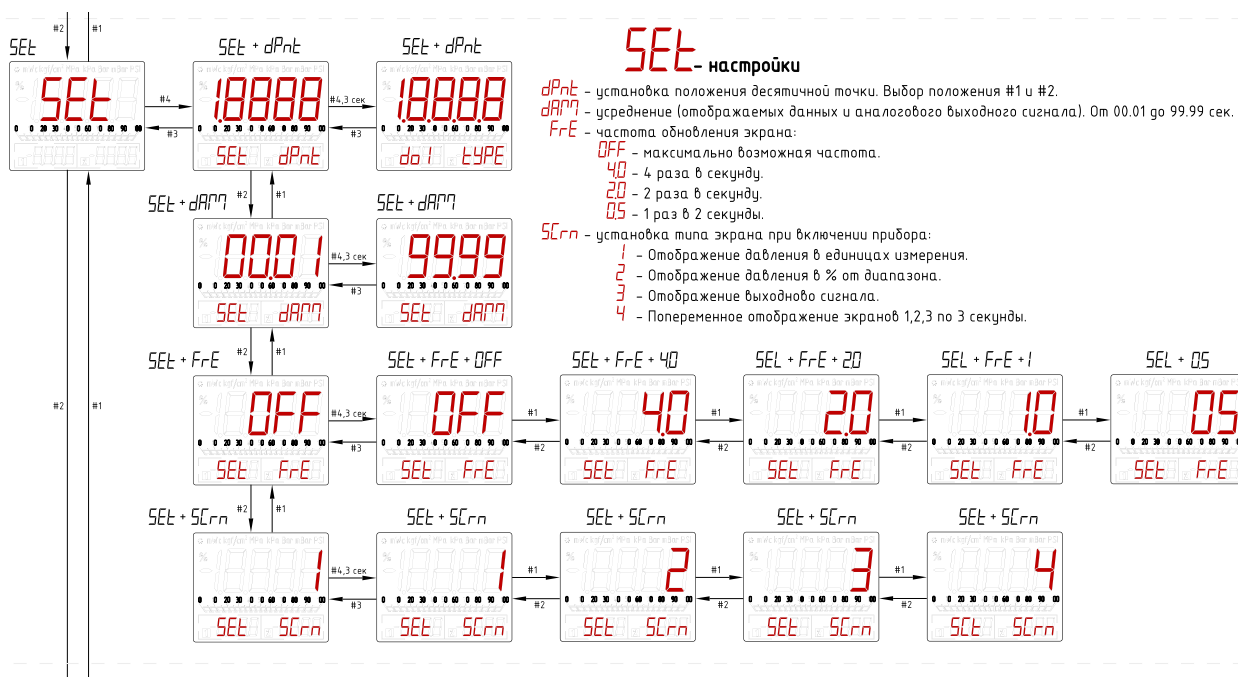

Рисунок 12 – Пункт меню SET
3.2.6. Пункт меню SET – настройка положения десятичной точки, ввод усреднения для отображаемых параметров и выходного сигнала, настройка частоты обновления экрана (см. рисунок 12), задание экрана, который отображается при включении прибора (варианты экранов приведены на рисунке 9).